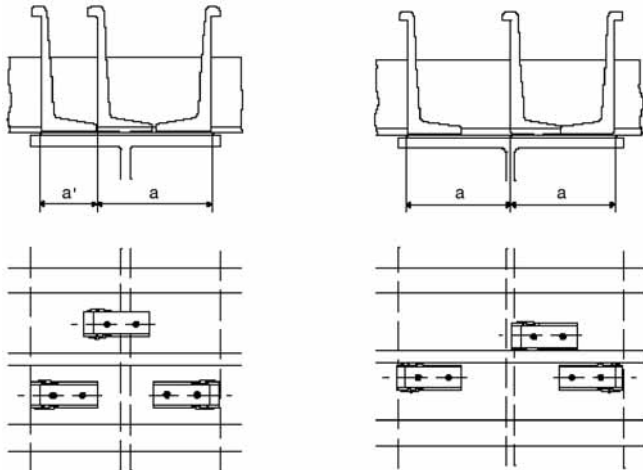

Figura 16. Colocación de 3 conectores.
- En chapas perfiladas compactas la separación mínima entre cuerpos debe ser mayor de 50 mm. En chapas perfiladas no compactas $a > 100$ mm. (figura 16)